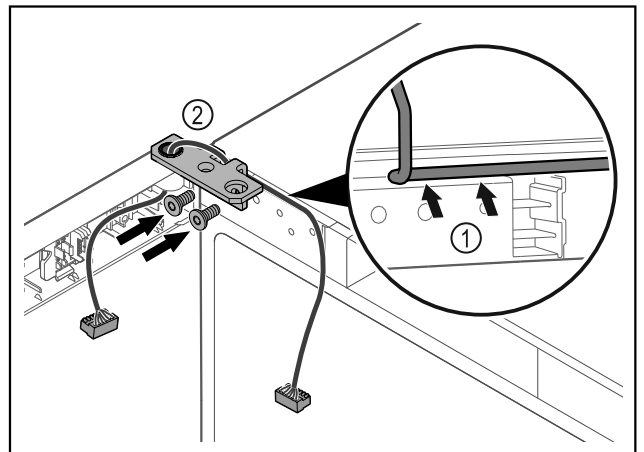

Fig. 40
- ▶ Kabel durch die Ausparung des Scharnierwinkels führen und vorsichtig verlegen Fig. 40 (1).
- ▶ Scharnierwinkel Fig. 40 (2) anschrauben.